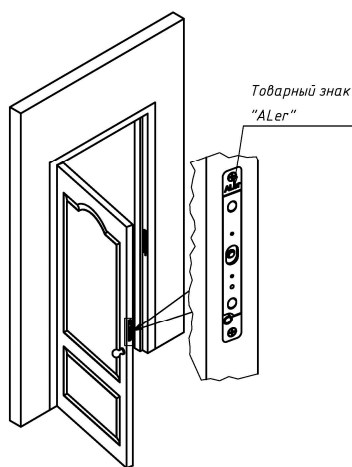

Рисунок 2 – Установка замка в вертикальном варианте
6.1 Корпусная часть замка AL-250SM монтируется в дверную коробку, якорная часть - в дверное полотно. Замок в вертикальном варианте установки монтируется в среднюю часть двери (рисунок 2), замок горизонтального варианта устанавливается в верхней части двери (рисунок 3). Габаритные размеры якорной и корпусной частей замка приведены на рисунках 5 и 6.
Якорная часть при вертикальной установке замка должна быть сориентирована в гнезде по установочной метке в виде товарного знака «ALeg» направлением вверх (рисунок 2), для горизонтального варианта установки знак «ALeg» на якорной части должен ориентироваться в сторону оси поворота двери (рисунок 3).